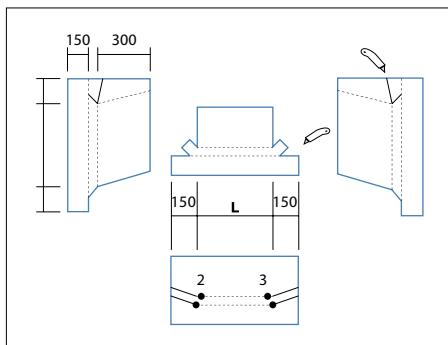

Рис. 22
В местах стыков ската кровли со стенами (рис. 22) набивается треугольная рейка (1), на которую заводится рядовая черепица (4). В качестве треугольной рейки может быть использован деревянный брус 50x50 мм, распущенный по диагонали, либо обычный деревянный плинтус (1). Если поверхность вертикальной стены кирпичная, то ее необходимо предварительно оштукатурить и праймировать. Поверх рядовой черепицы монтируются полосы ендового ковра ТехноНИКОЛЬ (5) шириной не менее 500 мм с проклейкой битумной мастикой ТехноНИКОЛЬ (мастика наносится на всю тыльную поверхность выкройки ендового ковра). На стену полоса заводится не менее чем на 300 мм, а в климатических зонах с повышенными снеговыми нагрузками эта величина может быть увеличена. Верхняя часть примыкания заводится в штрабу и закрывается металлическим фартуком (2), который за-